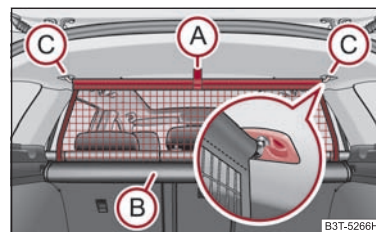

Fig. 27 Estrazione della rete di separazione
- Afferrare la linguetta A ⇒ fig. 27 ed estrarre la rete dall'alloggiamento B in direzione dei supporti C.
- Tirare leggermente indietro la barra trasversale prima su un lato e poi dall'altro ed estrarla dagli alloggiamenti C ⇒ fig. 27.